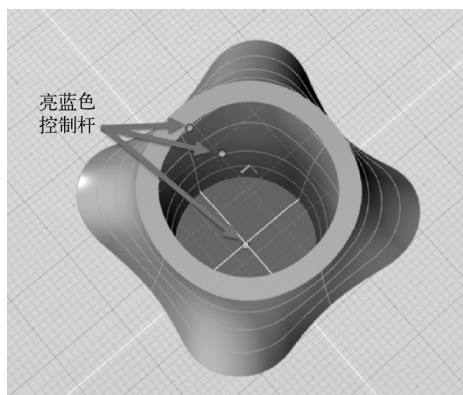

图 4-112 切换至“编辑参数”模式
4) 保持对象处于选中状态，切换至“编辑参数”模式，此时可见所有抽壳面上都出现了一个亮蓝色控制杆，如图 4-112 所示。